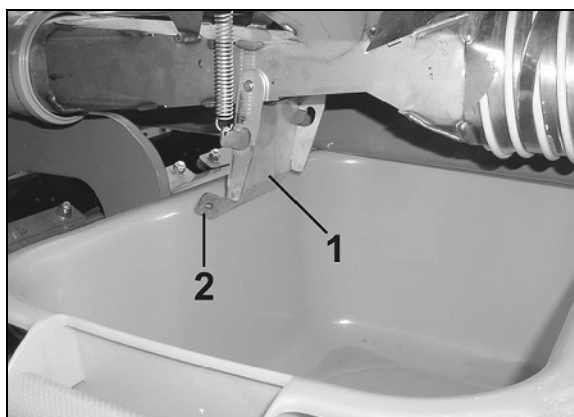

Bild 75
4. Öppna injektorslussklaffen (Bild 75/1) på alla doseringsenheter.
injektorslussklaffen (Bild 75/1)!
(Bild 75/1).